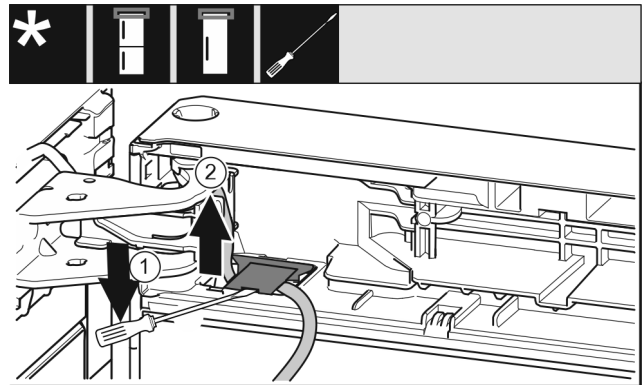

Fig. 21
- ▶ Ngrini lart kapakun mbulues me një kaçavidë dhe tërhiqeni jashtë. Fig. 21 (1)
- ▶ Tërhiqni kabllon jashtë. Fig. 21 (2)